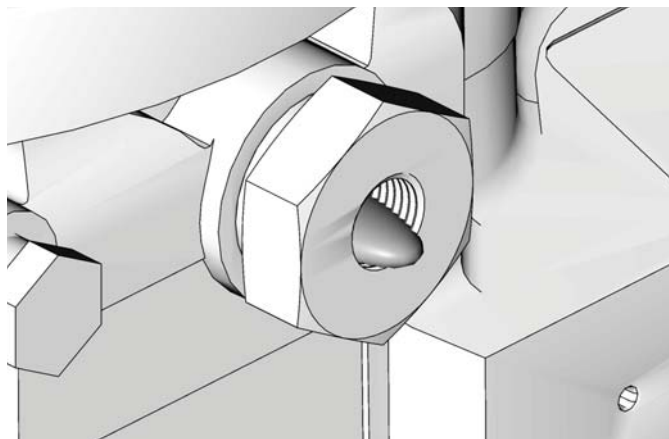

FIG. 12
2. Haga funcionar la bomba únicamente hasta que no dispense más aire con el lubricante saliendo del accesorio del elemento (FIG. 12).